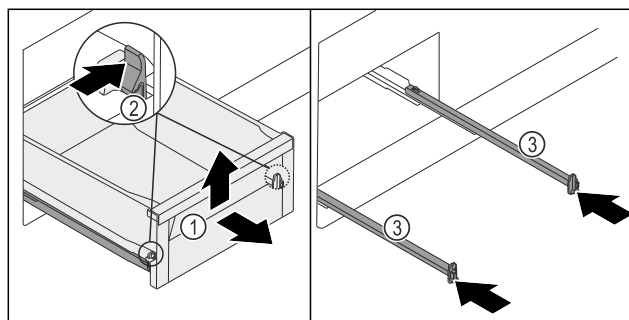

Fig. 122
- Изтеглете чекмеджето Fig. 122 (1) докрай.
- Натиснете скобата Fig. 122 (2) отляво и отдясно едновременно навътре.
- Чекмеджето Fig. 122 (1) се освобождава от релсите.
- Повдигнете нагоре чекмеджето Fig. 122 (1) отпред.
- Извадете чекмеджето Fig. 122 (1) напред.
- Вкарайте релсите Fig. 122 (3).